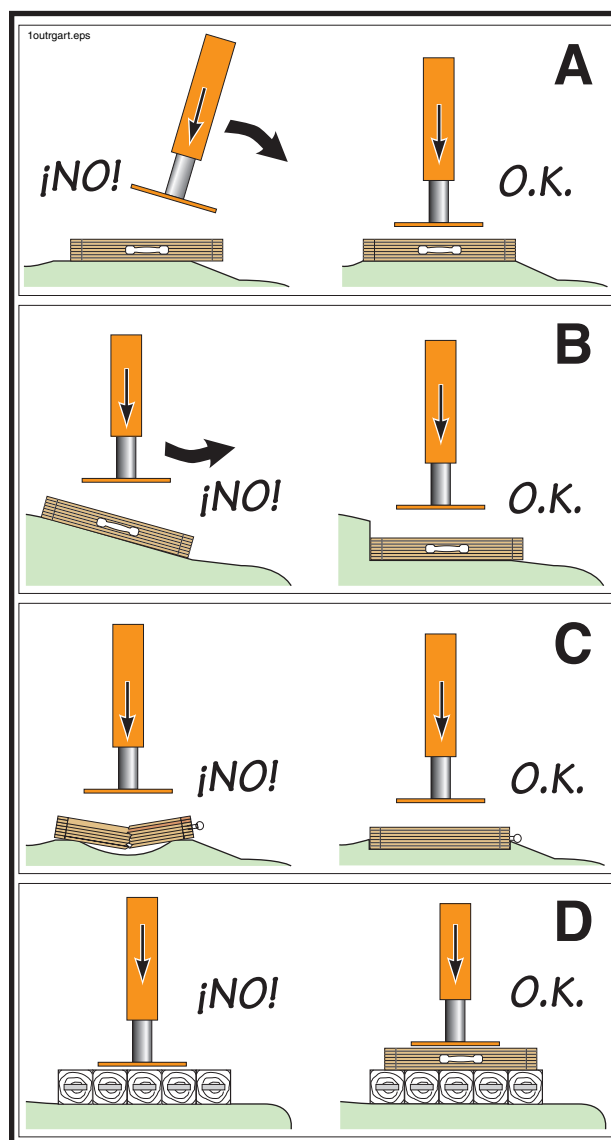

Figura 30
⚠ ADVERTENCIA ¡Peligro de vuelco! Tenga cuidado cuando coloque los estabilizadores (Figura 30). Nunca los coloque sobre suelo desnivelado u ondulado ni intente tapar un agujero con enrejado. En estos casos, Ud. podría excavar un lugar plano en el suelo (A, B y C). Asegúrese que la pata del estabilizador esté en contacto con todo el enrejado. Coloque el enrejado en la dirección opuesta, si fuera necesario (D).